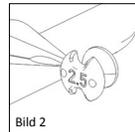

Bild 2
■ **Bild 1a, 1b/2** Tolkskivan (Bild 1a, 1b) för partialproteser har sex separata tolkar av olika längd (2,0 - 4,5 mm) som är fastgjorda i satellitform. På baksidan av varje tolk anges motsvarande längd (Bild 2). Öppningarna och borrhålen är till för att minska vikten, såväl som att ge bättre översikt under mätningens förlöppet i mellanörat.